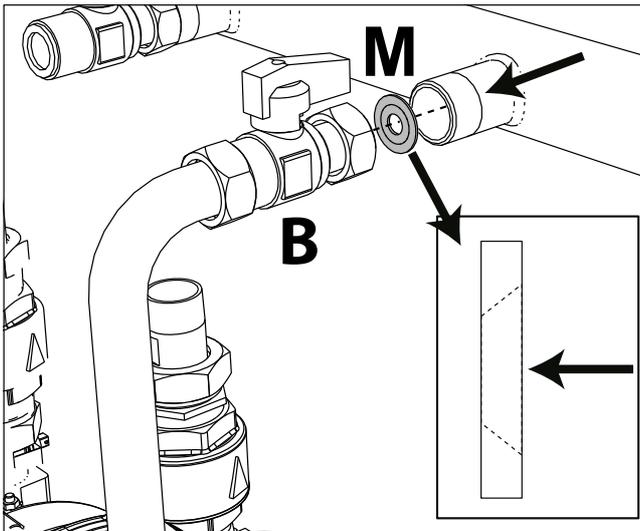
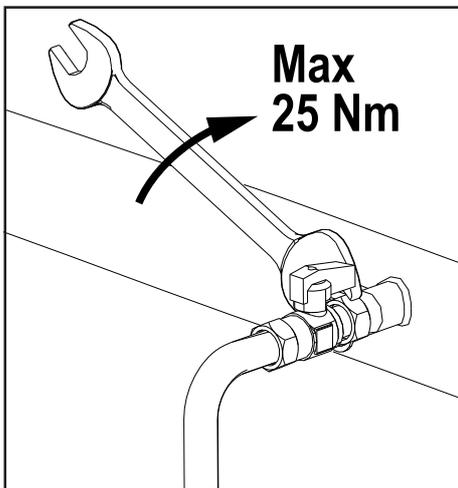

fig. 84 - Ugello per utilizzo con GPL
fig. 85
8. Nel caso di **trasformazione a GPL**, è necessario sostituire la guarnizione esistente tra il rubinetto "B" e il collettore gas con l'ugello "M" (fig. 84). Riasssemblare il rubinetto "B" sul collettore gas avendo cura di non serrare ad una coppia maggiore di **25 Nm** per evitare il danneggiamento dell'ugello (fig. 85).
**ATTENZIONE:** l'ugello "M" (vedi fig. 84) **non deve** essere inserito con l'apparecchio funzionante a **Gas Naturale**.